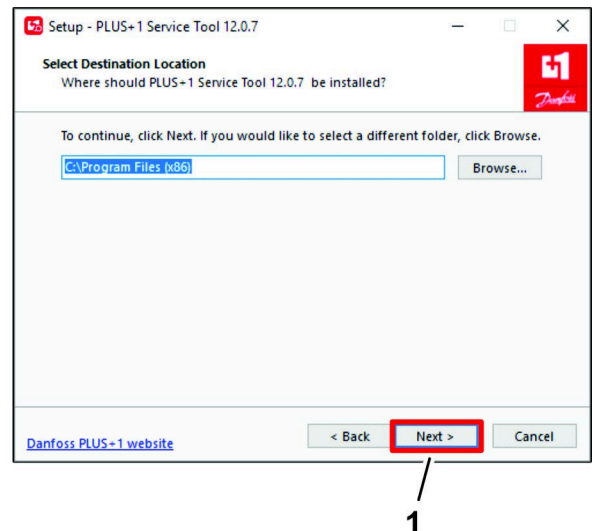

**Figura 22**
4. Se a caixa de diálogo Controlo da Conta de Utilizador aparecer, clique em SIM (Figura 22).